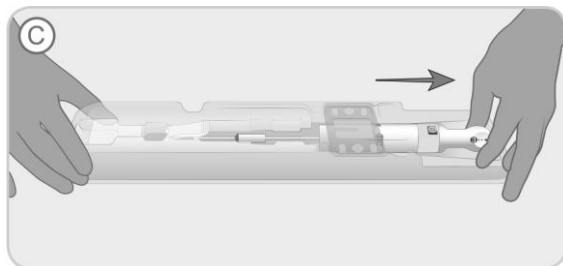

Figura 4. Retrarre l'impugnatura del dispositivo fino al punto di arresto.
- C. Tenendo fermo il vassoio, afferrare la parte posteriore dell'impugnatura (camma di rilascio) e tirarla fino al punto di arresto (indicato sul vassoio con la lettera "C"), Figura 4. Questa manovra ripiega l'impianto all'interno del tubo della cannula di caricamento.